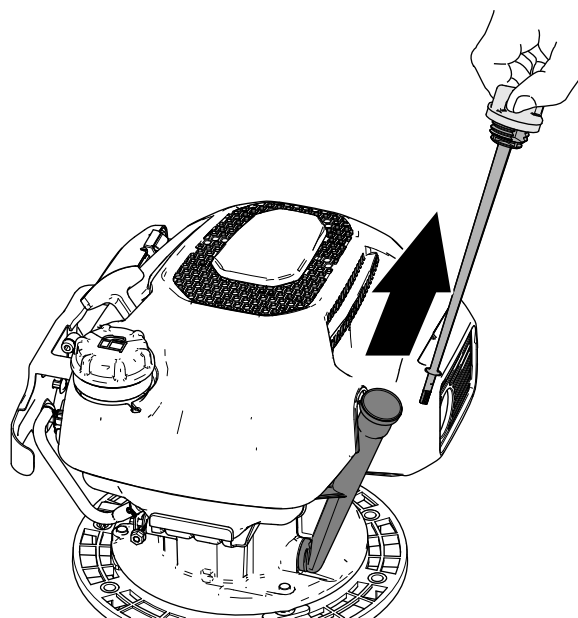

Figura 14
2. Retire a vareta do tubo de enchimento de óleo e limpe-a com um pano limpo (Figura 14).
5. Prenda a união da pega à pega superior (Figura 14) com o parafuso ($\frac{1}{4} \times 1\frac{3}{4}$ pol.) e uma porca de bloqueio ($\frac{1}{4}$ pol.).